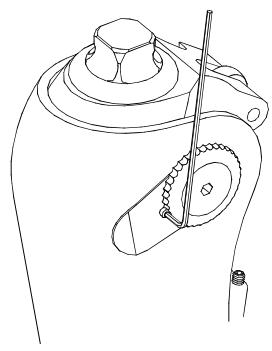

図7
2. 六角レンチ (1.5 mm) を用いて回り止めネジをはずします。(図7参照)